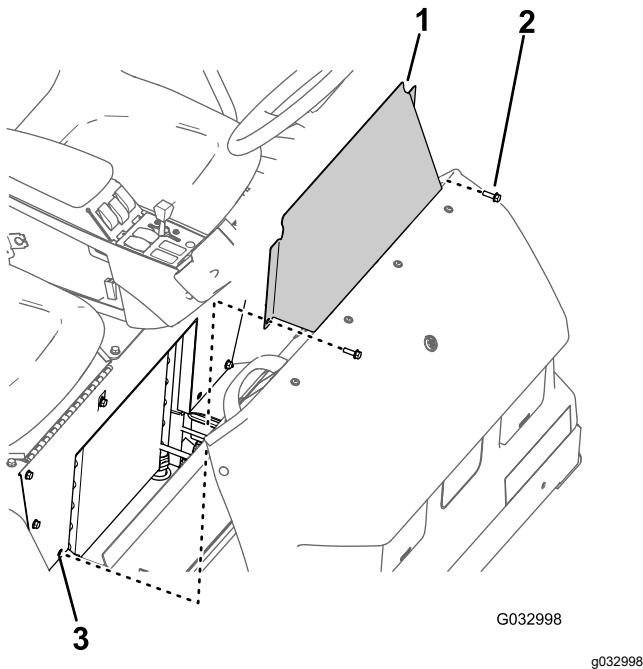

Figure 57
1. Retirez les 2 boulons à embase qui fixent le panneau d'accès à la base du siège (Figure 57).
2. Déposez de la machine le panneau d'accès de la base du siège (Figure 57).
1. Alignez les trous du panneau d'accès et les trous dans la base du siège (Figure 57).
2. Fixez le panneau d'accès à la base du siège au moyen des 2 boulons à embase (Figure 57) retirés à l'opération 1 de Dépose du panneau d'accès de la base du siège (page 56).